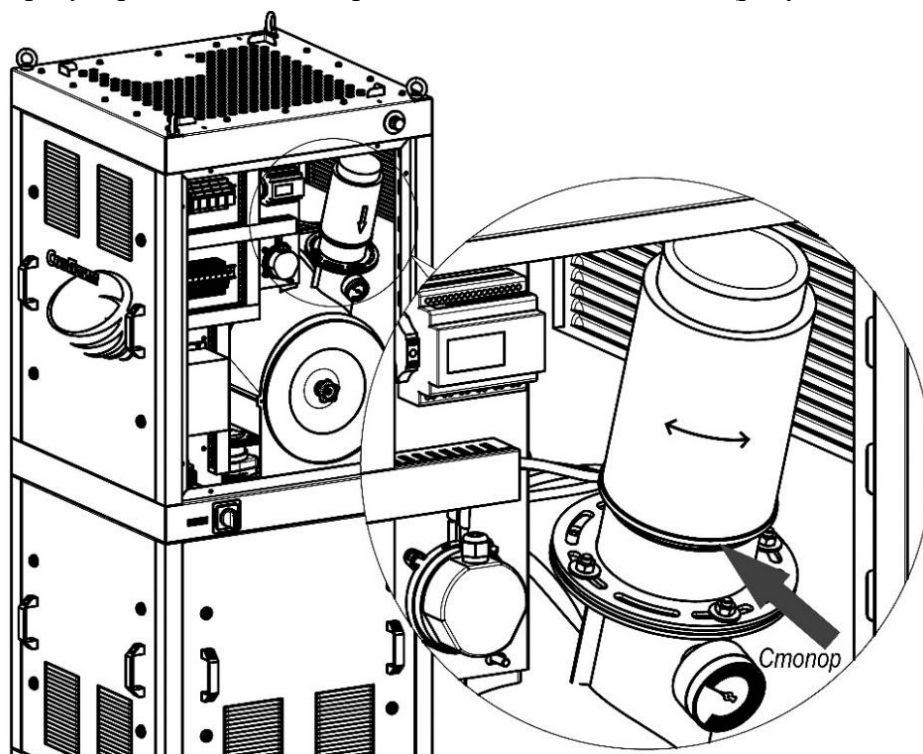

Рисунок 24
6.6.2 Для регулировки клапана сброса давления необходимо (рисунок 24):